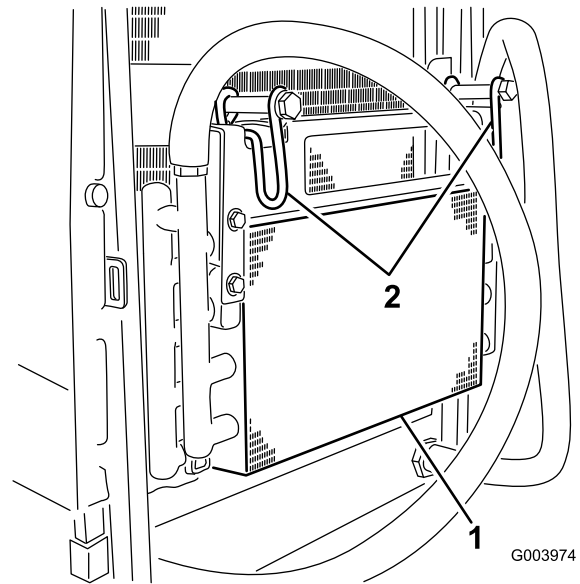

Figure 95
7. Faites tourner les 2 attaches du refroidisseur d'huile vers l'intérieur et basculer le refroidisseur (Figure 95).